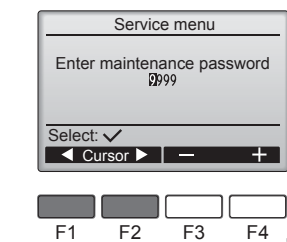

Fig. 7-2
① Επιλέξτε "Service" (Σέρβις) από το βασικό μενού και πατήστε το κουμπί ☑.
② Όταν επιλεγθεί το μενού Συντήρησης, θα εμφανιστεί ένα παράθυρο αιτήματος κωδικού. (Fig. 7-2)